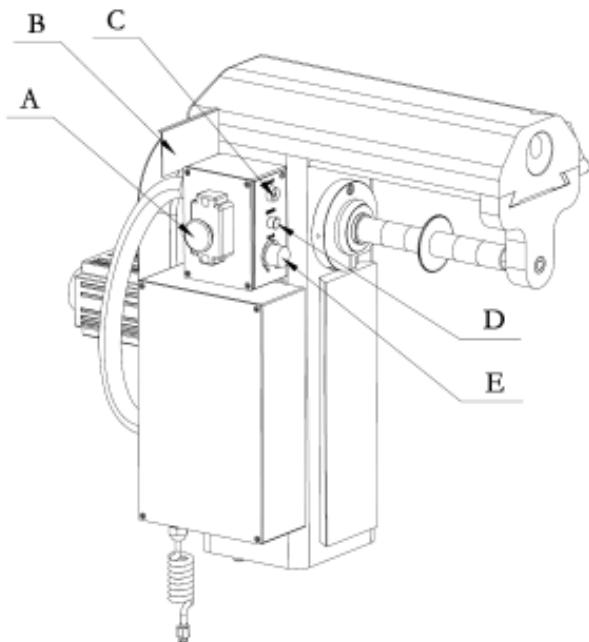

Рис.3
Откройте крышку аварийного выключателя (A, Рис.3) и нажмите на зеленую кнопку.
Для начала работы станка СЛЕГКА поверните рукоятку изменения частоты вращения (E, Рис.3) по часовой стрелке. Будет слышен щелчок включения питания двигателя, однако шпиндель не будет вращаться до тех пор, пока рукоятка (E, Рис.3) не будет повернута по часовой стрелке еще немного. Частота вращения будет увеличиваться поворотом рукоятки прогрессивно. Станок должен проработать 5 минут, за время которых частоту вращения шпинделя надо повысить до максимального значения. Проработав 2 минуты в таком режиме надо остановить станок и отключить питание.
В случае перегрузки двигателя, происходит его отключение, при этом загорается индикатор перегрузки желтого цвета (C, Рис.3).
- 3) повернуть рукоятку (E, Рис.3) влево, до щелчка (упора)